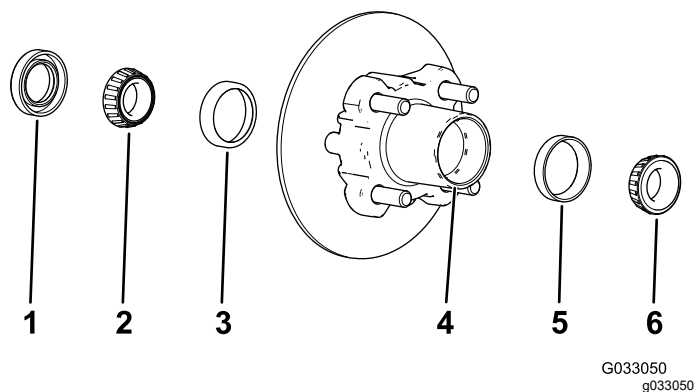

図 27
1. ハブから外側のベアリングとベアリングレースを取る 図 27。
2. ハブから、シール、内側のベアリングを外す 図 27。
5. ハブについているグリス、ごみなどをきれいに取り除く 図 27。
7. キャビティの50-80 %程度にグリスを詰める 図 27。
8. ハブの内側に内側ベアリングを取り付け、シールをはめる 図 27。